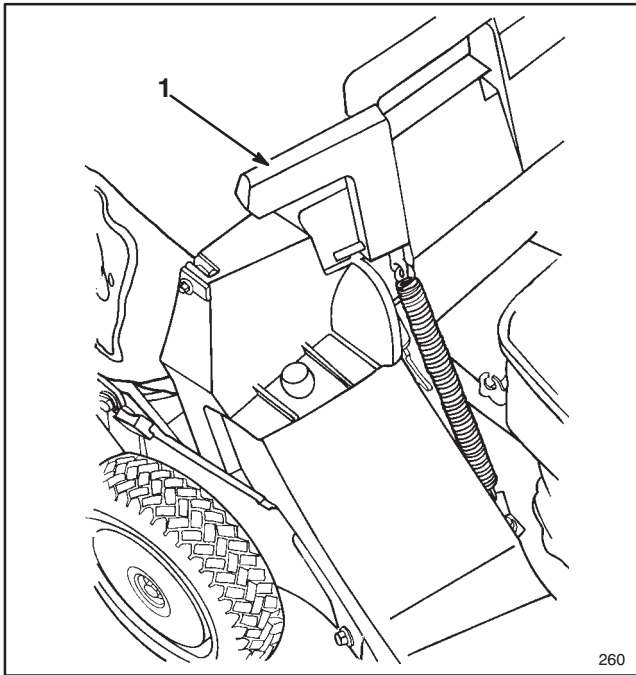

Abbildung 14
4. Griff der Auswurfklappe soweit nach vorne ziehen, bis der Stift aus der Sperrklinke ausrastet und Griff nach hinten bewegen, bis der Stift in die Sackeinkerbung einrastet (Abb. 14). Die Auswurftür im Mähergehäuse ist jetzt geöffnet.